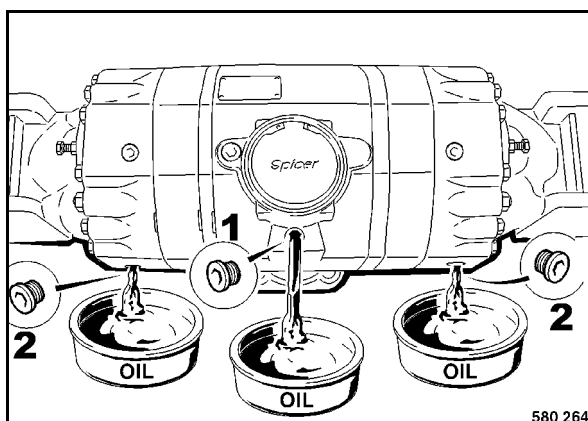

Fig. 134
- Limpiar y desenroscar todos los tapones de control y de descarga (Fig. 134).